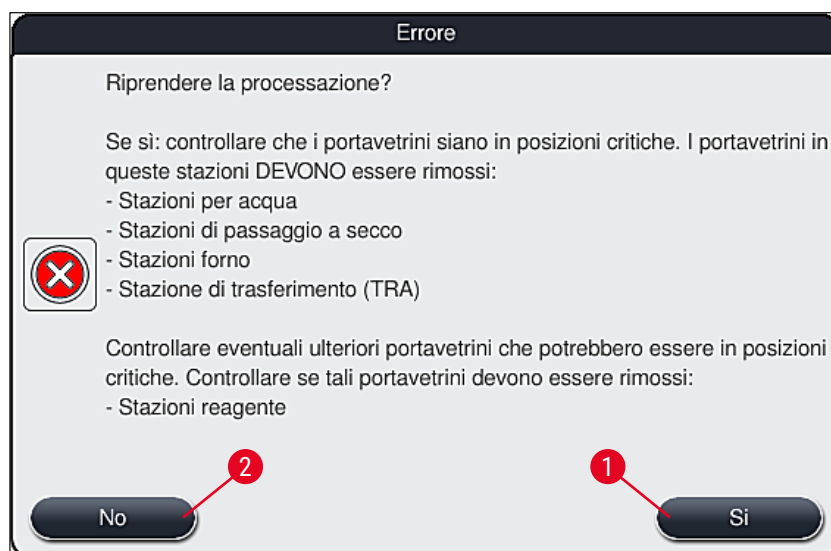

Fig. 112
4. Di seguito è possibile selezionare se ripristinare o meno il processo di colorazione (→ p. 144 – 8.2.2 Ripristino del processo di colorazione dopo un black-out) o annullarlo (→ p. 145 – 8.2.3 Annullamento di tutti i processi di colorazione dopo un black-out) (→ "Fig. 112").
2. Rimuovere dallo strumento i portavetrini critici, seguendo quanto indicato nel messaggio informativo precedente (→ "Fig. 112") e confermare la rimozione premendo la stazione corrispondente (→ "Fig. 113-1") sullo schermo.
È possibile annullare la cancellazione del processo di colorazione e il ritorno al menu di selezione precedente (→ "Fig. 112") premendo il pulsante **Annulla** (→ "Fig. 114-2").